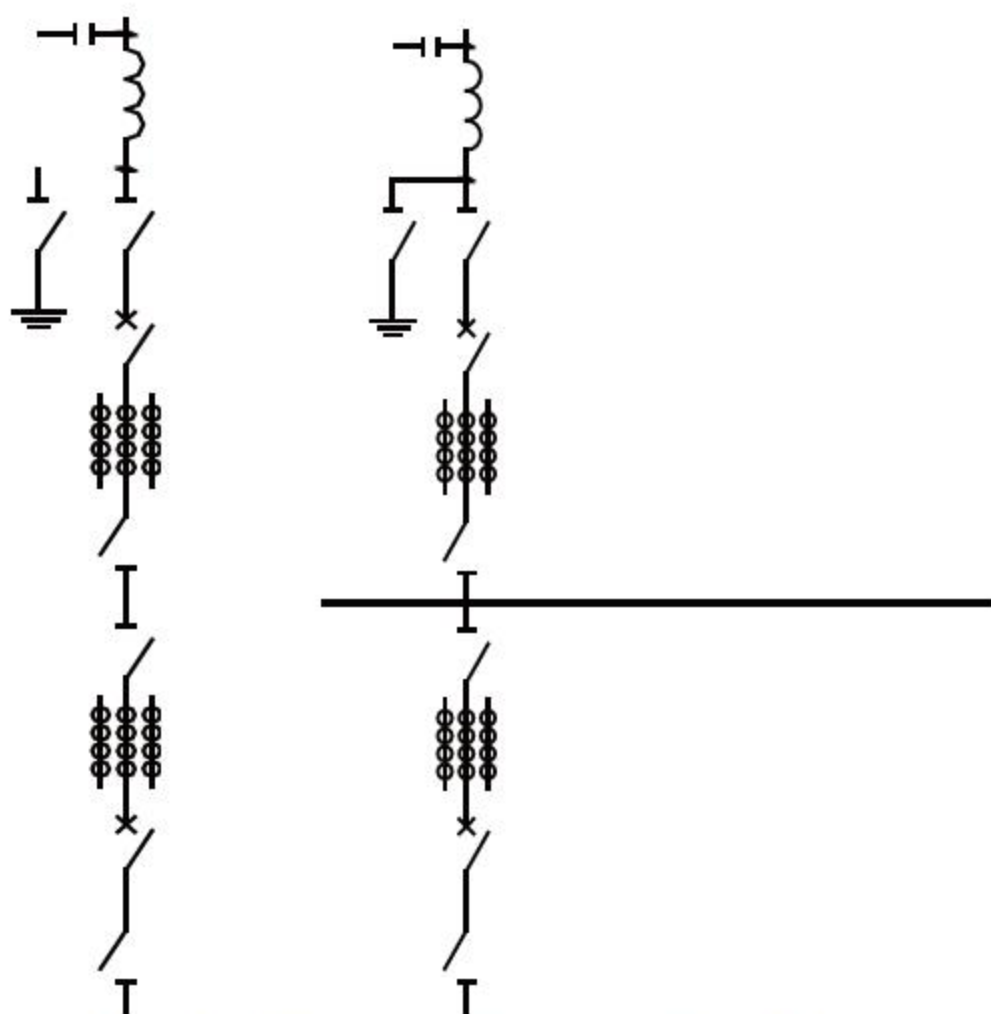

图9-46 连接元器件
- 03 选择菜单【修改】|【移动】命令，将元器件在辅助线上进行排列，如图9-46所示。